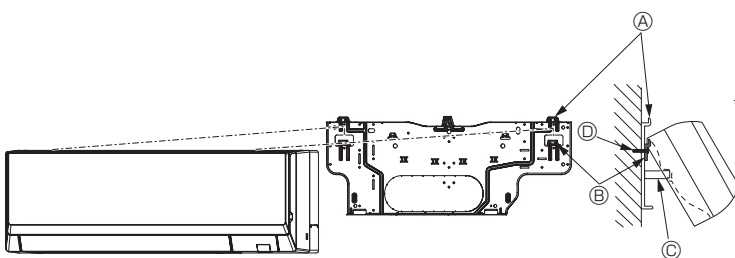

Fig. 3-13
- Si la unidad interior no puede colgarse y levantarse con el gancho normal (las dimensiones de 2.1. ⊗ (el espacio entre el techo y la unidad) son como máximo de 75 mm), cuelgue la unidad en el gancho inferior para la tubería izquierda. (Fig. 3-13)
(Fig. 3-13)